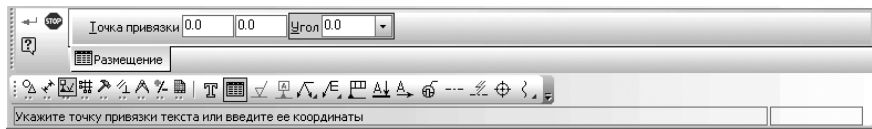

Рис. 5.61. Панель свойств: Ввод таблицы с вкладкой **Размещение**, **Компактная панель** и **Строка сообщений**
- щелкните на панели инструментов по первой кнопке  $\square$  – **Ввод таблицы**. Появится **Панель свойств: Ввод таблицы** с открытой вкладкой **Размещение** (рис. 5.61).